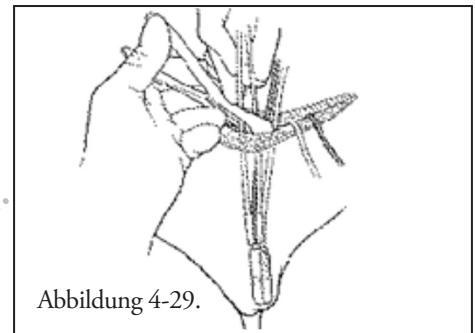

Abbildung 4-29.
14. Pumpe mit Deaktivierungsknopf nach außen so im Raum platzieren, dass sie spürbar ist. Pumpenschlauch zum Leistenbereich verlegen (**Abbildung 4-29**).